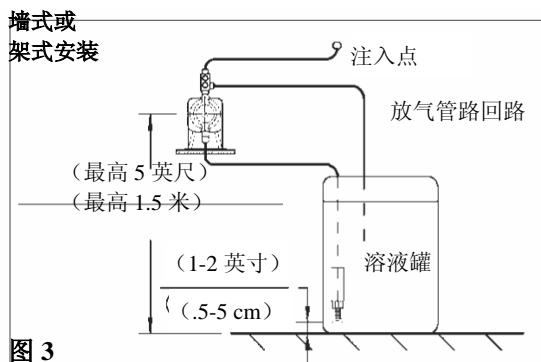

图 3
典型的安装布置如图 3、4 和 5 所示。
- 墙式或架式安装请参阅图 3。将吸入管连接到化学泵的吸入阀上。吸入阀是较低的阀门。其管道应足够长，使底阀/过滤器组件悬挂在化学储罐底部上方 1-2 英寸（2-5 cm）处。储罐应有盖，防止化学药品污染。